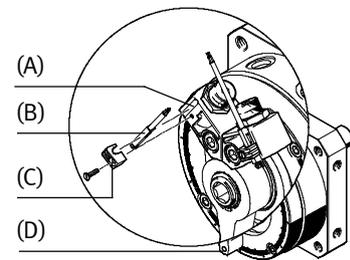
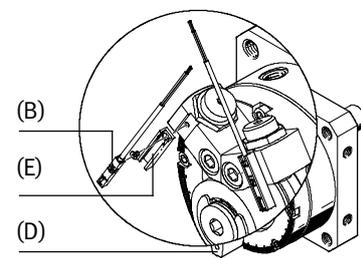

Fig. 21
Fig. 22
- Positionner les capteurs de proximité (B) de la manière suivante (Fig. 21, Fig. 22) :